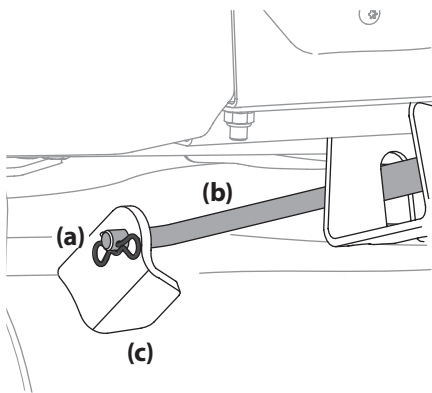

Figura 4-15
6. Vuelva a instalar la varilla de elevación delantera de la plataforma y sujétela en su lugar con el pasador de chaveta. Consulte la Figura 4-15.